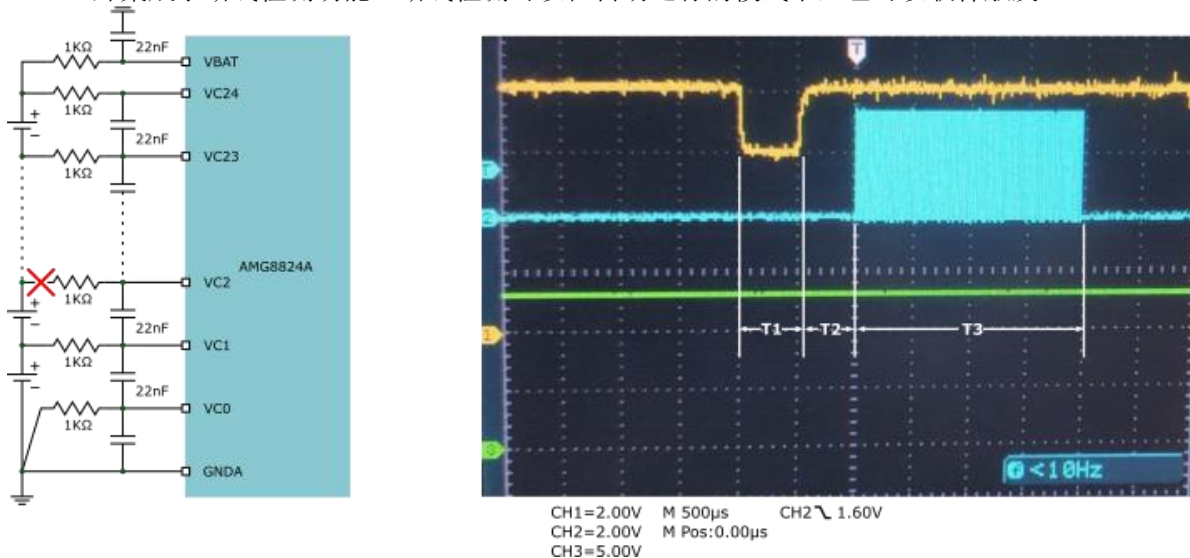

图 11: 断线诊断示意图
假设在图 11 的红色画“×”的地方发生断线。当芯片执行断线检测时，会进行以下动作：
- 使能 VC1 和 VC2 的被动均衡，内部均衡 mos 导通，时间 T1 (见图 11)。
- 关闭 VC1 和 VC2 的被动均衡，延时时间 T2 (见图 11)，若断线，VC2-VC1 电压被拉低以后无法恢复；而如果没断线的话，VC2 管脚电压可以快速恢复。